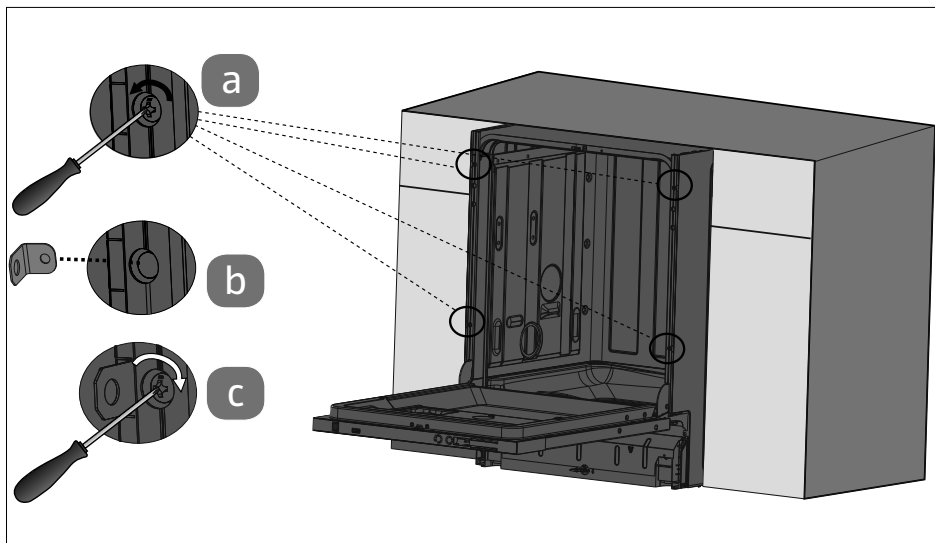

Abb. 9
- ▶ Jeweils die Schrauben am Gehäuse (4x) mit Hilfe eines Kreuzschlitzschraubendreher herausdrehen (siehe **Abb. 9**, a).
- ▶ Montagewinkel (4x) jeweils rechts und links in die Schlitz stecken (siehe **Abb. 9**, b).
- ▶ Montagewinkel festschrauben (siehe **Abb. 9**, c).